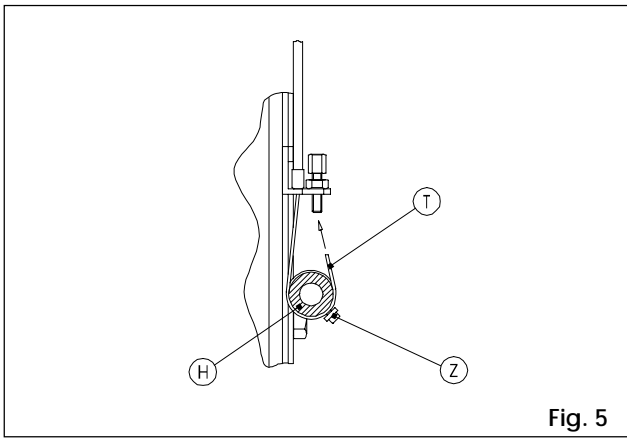

Fig. 5
- 7) Inserire il cavo **T** nel canalino del disco **H**, arrotolarlo intorno ad esso e farlo passare sotto il piattino **Z**, come in Fig.5.
- 7) Insert cable **T** into its seat on disc **H**, wind it around the disc and thread it under the cover **Z** as shown in Fig.5.
- 7) Engager le câble **T** dans la gorge du disque **H**, l'enrouler sur ce dernier et le faire passer sous la plaquette de retenue **Z**, comme indiqué en Fig.5.
- 7) Pasar el cable **T** por la ranura del disco **H**, enrollarlo en torno a éste y pasarlo bajo la guía **Z** (Fig. 5).
- 7) Kabel **T** in die Rille von Scheibe **H** einfädeln, um die Scheibe rollen und gem. Abb. 5 unter die Platte **Z** hindurchführen.